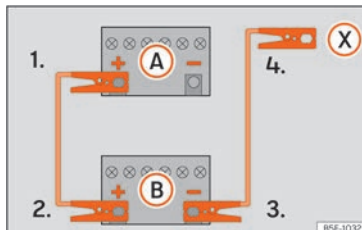

Abb. 54 Anschlussschema für Fahrzeuge ohne Start-Stopp-System.
zeugs mit der entladenen Fahrzeugbatterie (A) » » **Abb. 54**.
3. Klemmen Sie das andere Ende des roten Starthilfekabels an den Pluspol (+) des Strom gebenden Fahrzeugs (B).
- 4a. Bei Fahrzeugen ohne Start-Stopp-System: klemmen Sie ein Ende des schwarzen Starthilfekabels an den Minuspol (-) des stromgebenden Fahrzeugs (B) » » **Abb. 54**.